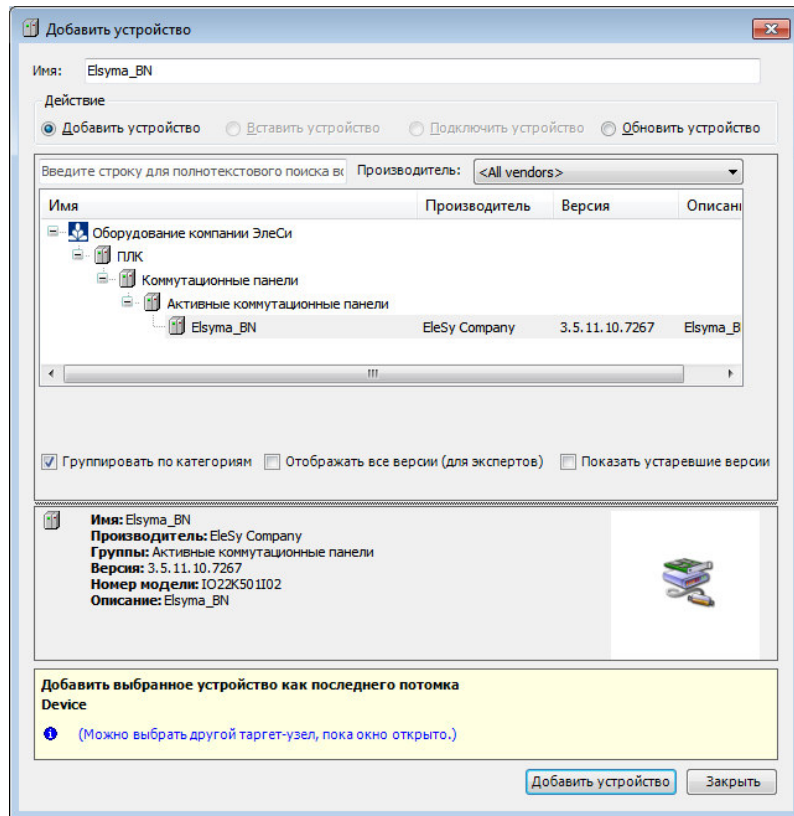

Рисунок 3.6 - Окно добавления устройств
2. В окне «*Добавить устройство...*» найти группу «*Устройство*». В поле **Производитель:** следует выбрать *EleSy Company* и выбрать устройство *Elsyma\_BN* после чего нажать кнопку «*Добавить устройство...*» (рисунок 3.6).